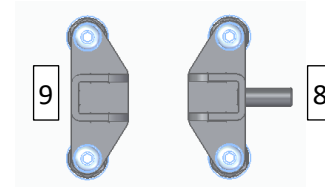
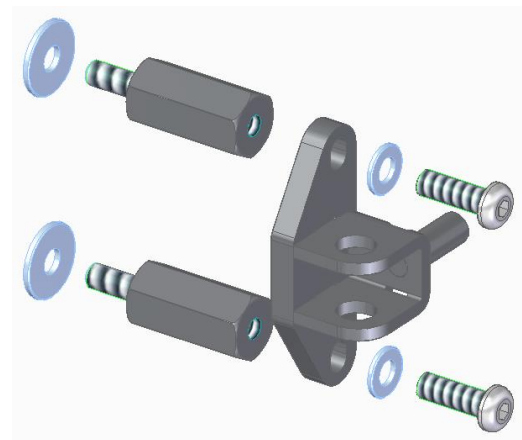

Abbildung 1
Abbildung 2
Zunächst erfolgt die Montage der beiden oberen Halterungen (8+9 - Abb. 1). Hierzu wird jeweils zuerst eine der beiden Befestigungsschrauben eines Türscharniers entfernt (Niemals beide Befestigungsschrauben gleichzeitig lösen!). Anstelle dieser Schraube wird ein Sonderbolzen (18) mit großer Unterlegscheibe (27) darunter angebracht (Abb. 2 – Anzugsdrehmoment 20 Nm). Zur Sicherung aller Schrauben muss Schraubensicherungslack auf den Gewinden angebracht werden!